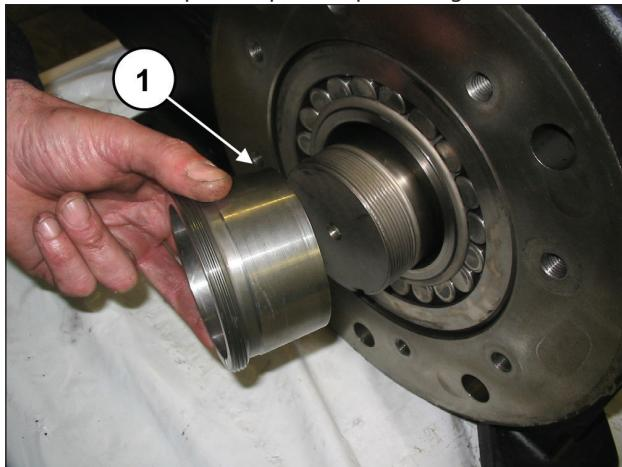

Fig. 27
Desmontar el casquillo de presión (pos. ①, Fig. 27).